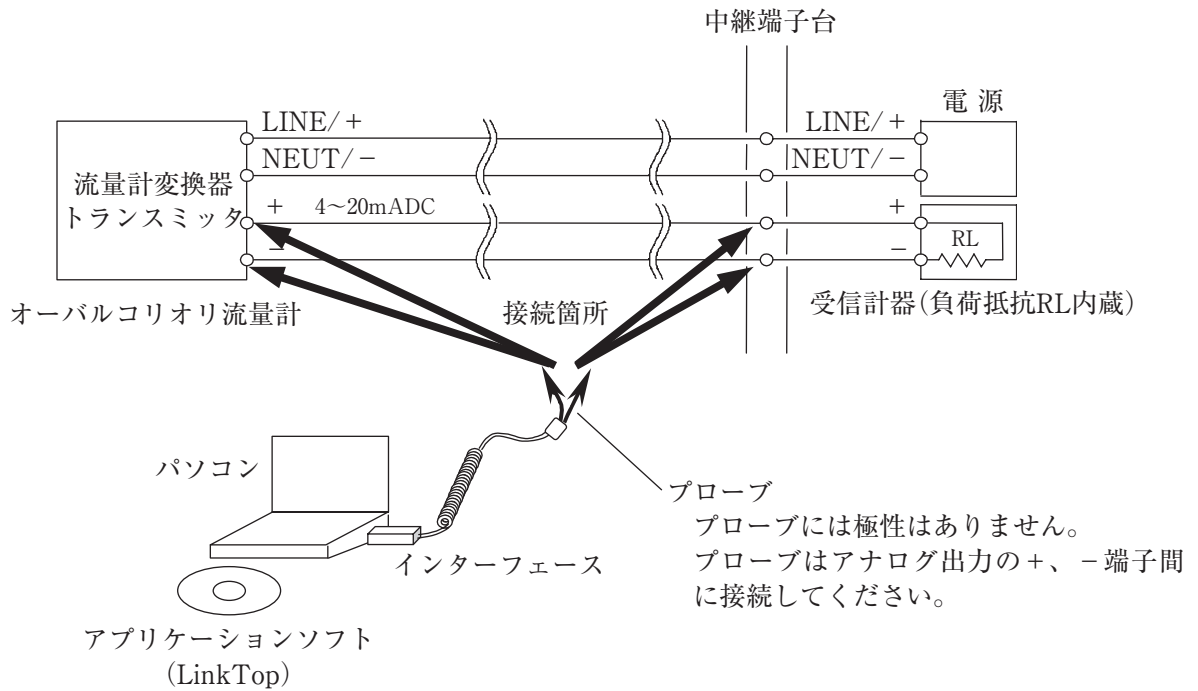

図2
機器の接続は図2のようになります。
(注) 図2中、パソコンはお客様にて準備していただきます。
- ① 流量計変換器、PCインターフェースアダプタ、「LinkTop」をインストール済みのパソコンを図2のように接続します。
- ② LinkTopを起動させるには、パソコンの画面左下の「スタート」から「プログラム」の中のLinkTop for Coriolis3(J)をクリックします。
- ③ 画面上部メニューの「File(F)」の中の「ポート設定(I) Ctrl+I」をクリックします。